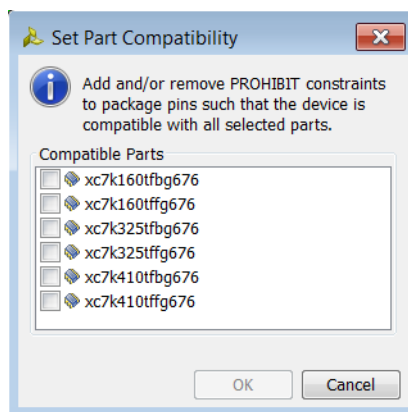

図 3-7 : [Set Part Compatibility] ダイアログ ボックス
2. [Set Part Compatibility] ダイアログ ボックス (図 3-7) で代替デバイスを選択し、[OK] をクリックします。